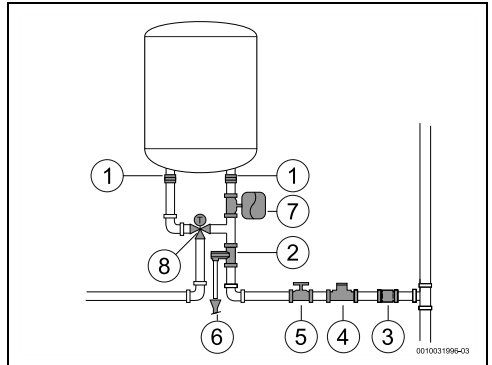

Fig. 11
- ▶ En caso de usar tubos PEX, instalar una regulación termotática (Fig. 11, [8]) en la tubería de salida del aparato. Ajustarla para cumplir con el rendimiento del material usado.
- ▶ instalar una válvula de reducción de presión (Fig. 11, [4]). La válvula de seguridad se activará siempre que la presión del agua en el aparato sea superior a 8 bar ($\pm 0,5$ bar), en este caso deberá existir la posibilidad de desviar el agua.
- ▶ instalar un vaso de expansión (Fig. 11, [7]) para evitar que la válvula de seguridad se abra con tanta frecuencia. El volumen del vaso de expansión debe ser equivalente al 5% del volumen del dispositivo.